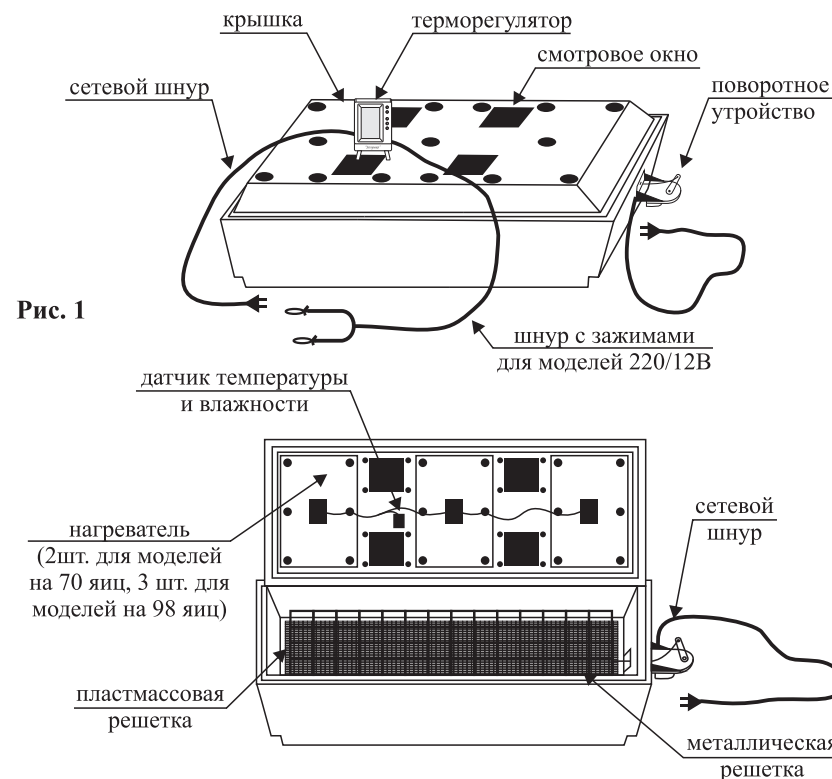

Рис. 1
1.4. Общий вид инкубатора представлен на Рис.1